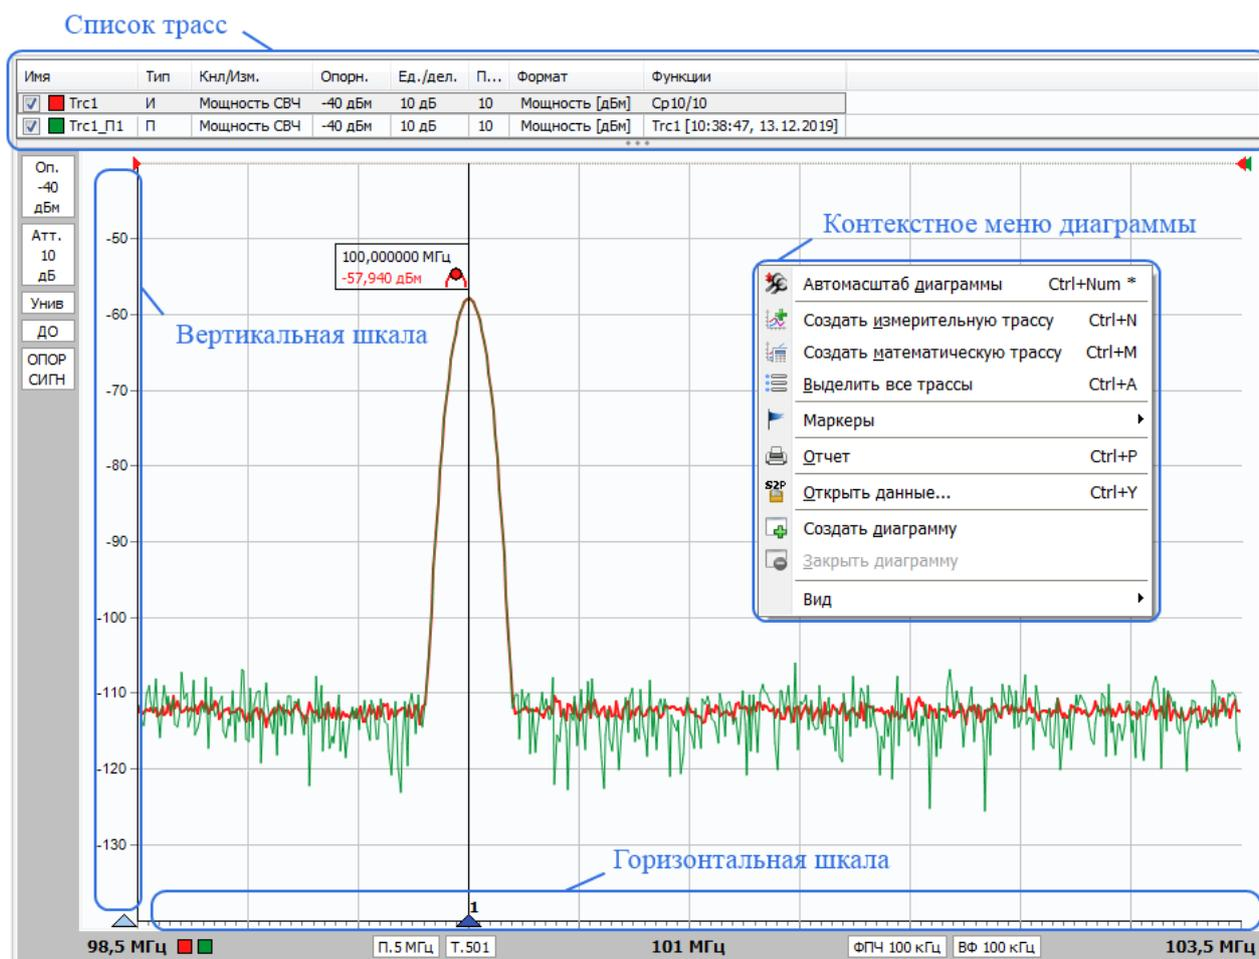

Рисунок 2.8 – Диаграмма и её контекстное меню
**Диаграмма** – дублирует контекстное меню активной диаграммы (рисунок 2.8).